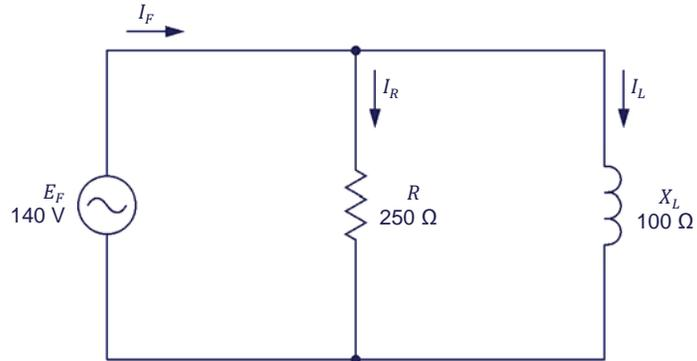

Figura 4-11. Circuito ca paralelo compuesto por un resistor y un inductor.
1. Calcule la potencia activa P disipada por el resistor en el circuito de la figura 4-11.
2. Calcule la impedancia Z del circuito de la figura 4-11.
3. Calcule la potencia aparente S del circuito de la figura 4-11.